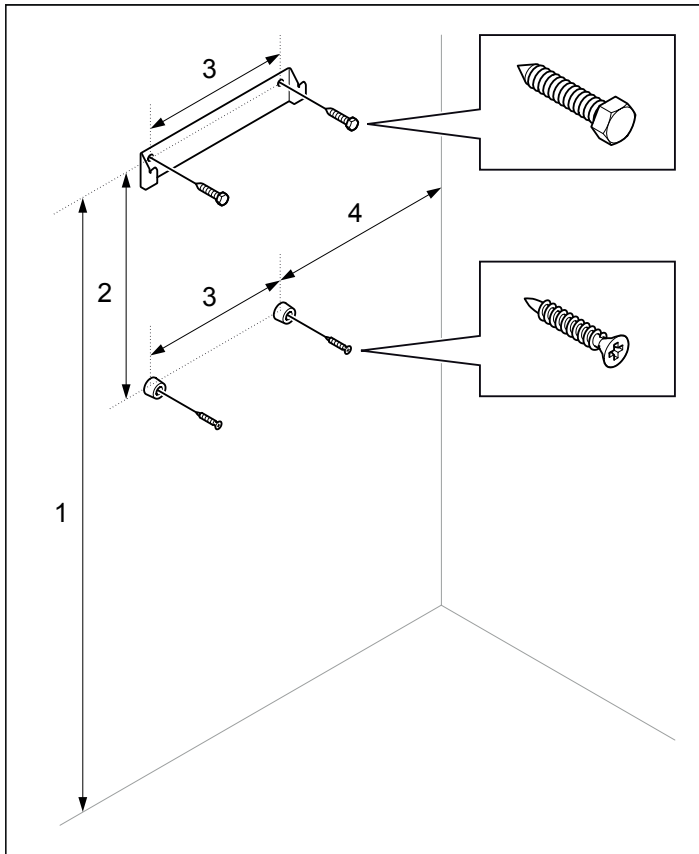

Рис. 10: Кронштейн с винтами и шайбами
8. Прикрепите кронштейн и шайбы к стене согласно указанным размерам (см. рис. 10).